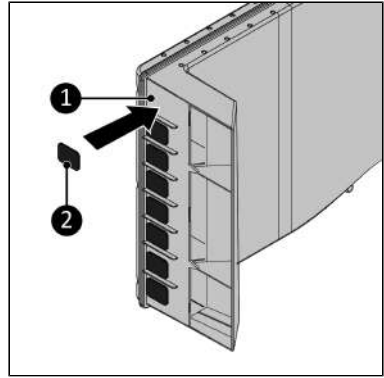

Abbildung 106.
3. Kleben Sie die acht 30 x 24 mm Anti-Rutsch-Schaumstoffe (Abbildung 106, Pos. 2) auf die 8 Felder an der Vorderseite des Window Way-out (Abbildung 106, Pos. 1).